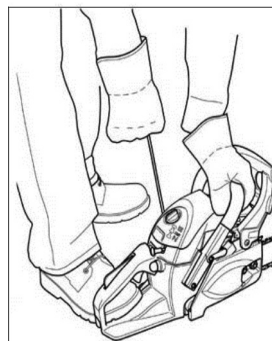

Рис. 7
7. Удерживая бензопилу на земле, плавно, но быстро вытяните шнур стартера (Рис. 7) 2-3 раза или до характерного «хлопка».